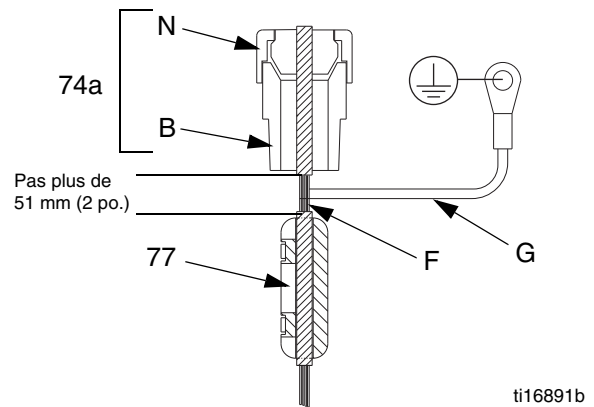

FIG. 6. Fil extérieur du circuit de l'IS
Le fil d'IS est mis à la terre au moyen de la vis de mise à la terre dans la boîte de jonction. Consultez la FIG. 6.
Passez le fil extérieur d'IS à travers le réducteur de tension conducteur (74a) et branchez-le aux connecteurs J2 et J3 du circuit imprimé. Consultez la FIG. 6 et les **Schémas de câblage du système**, page 11.
Consultez la FIG. 6. Serrez fermement l'écrou (N) sur le réducteur de tension conducteur (74a). Installez la ferrite (77) sur le fil extérieur (F), à moins de 51 mm (2 po.) du bas du réducteur de tension conducteur (74a). Installez le fil de terre (G) à la vis de mise à la terre dans la boîte de jonction.